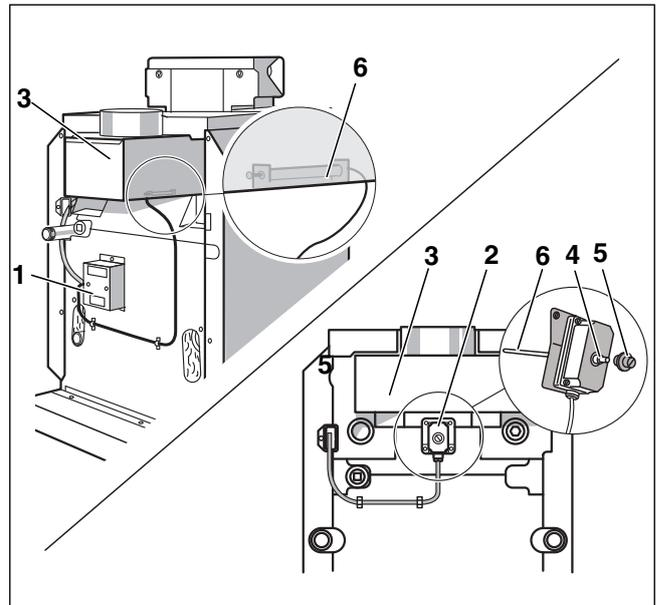

Рис. 6 Системы контроля дымовых газов
- Если имеется теплотребность, система контроля дымовых газов AW 50 (→ рис. 6, [1]) через несколько минут вновь автоматически запускает горелку.
- На системе контроля дымовых газов AW 10 (→ рис. 6, [2]) примерно через две минуты снимите защитный колпачок (→ рис. 6, [5]) и нажмите разблокировочный штифт (→ рис. 6, [4]).